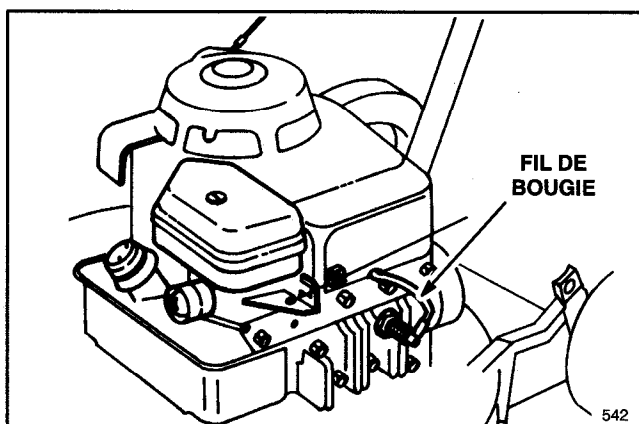

Figure 11
1. Arrêter le moteur et débrancher le fil de bougie (Fig. 11).
1. Arrêter le moteur et le laisser refroidir. Débrancher le fil de bougie (Fig. 11).
1. Arrêter le moteur et débrancher le fil de la bougie (Fig. 11).